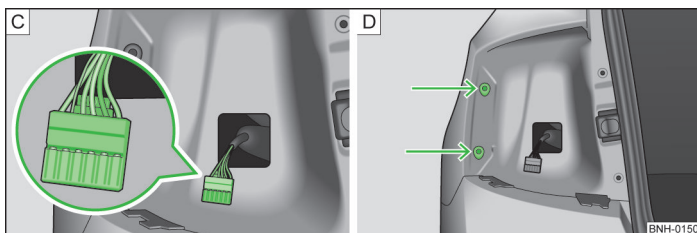

Fig. 179 Comutatorul lămpii / Montarea lămpii
- Scoateți cu grijă conectorul din blocul optic spate » [fig. 179 - \[C\]](#).
- Introduceți lampa în locașurile din caroserie » [fig. 179 - \[D\]](#).